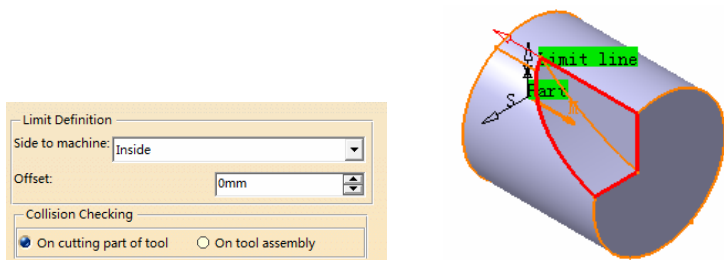

图 4-14 设置边界
- 单击“边界感应区”，选择如图 4-14 所示边线作为加工边界，双击空白处返回，设置边界如图 4-14 所示。